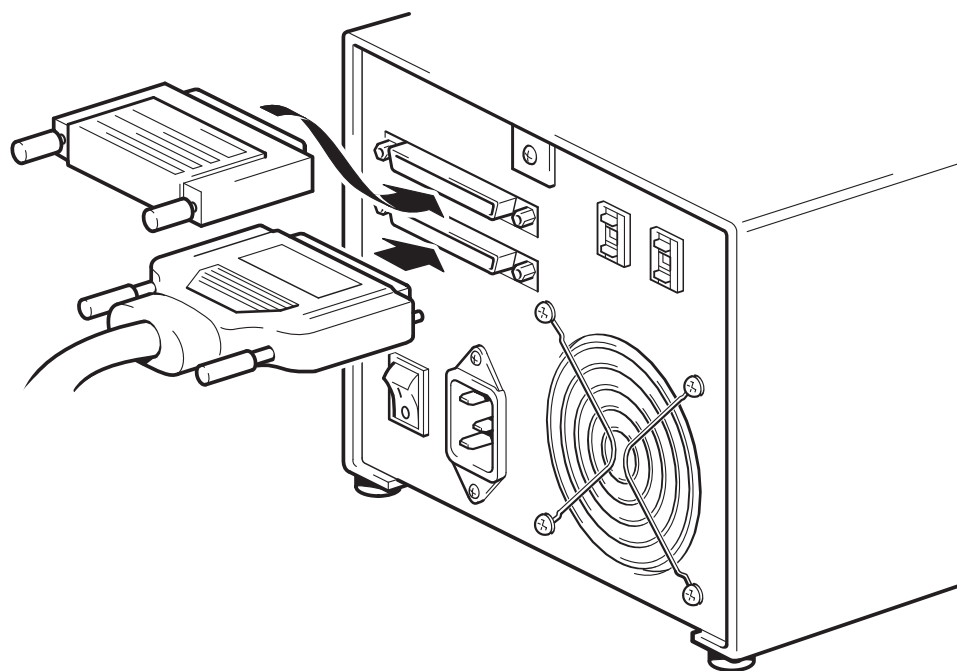

図 6: SCSI ケーブルの接続
- 4 SCSI ケーブルの HD コネクタをオートローダの後部パネルにある SCSI コネクタの 1 つに接続し、ネジで固定します (図 6 を参照)。